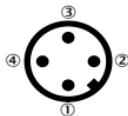
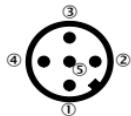

Abbildung 13: Pinbelegung M12 x 1, 4-polig
Abbildung 14: Pinbelegung M12 x 1, 5-polig
Der elektrische Anschluss geschieht über Rundsteckverbinder M12 x 1. Tabelle 3, Abbildung 13, Tabelle 4 und Abbildung 14 zeigen die Pinbelegungen der unterschiedlichen Gerätevarianten/vorhandenen Ausgangssignale.
7.4.2 Menüstruktur, Beschreibung der Parameter und Werkseinstellungen (Abbildung 14)